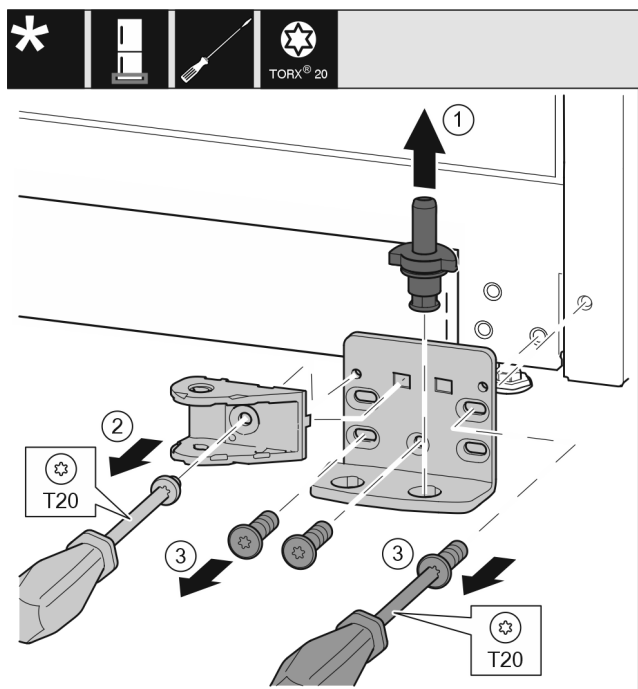

Fig. 41
- Retirer entièrement l'axe de palier Fig. 41 (1) par le haut.
- Desserrer la vis Fig. 41 (2) avec un tournevis et retirer la liaison de l'amortisseur de fermeture.
- Desserrer les vis Fig. 41 (3) avec un tournevis et retirer le support de palier.